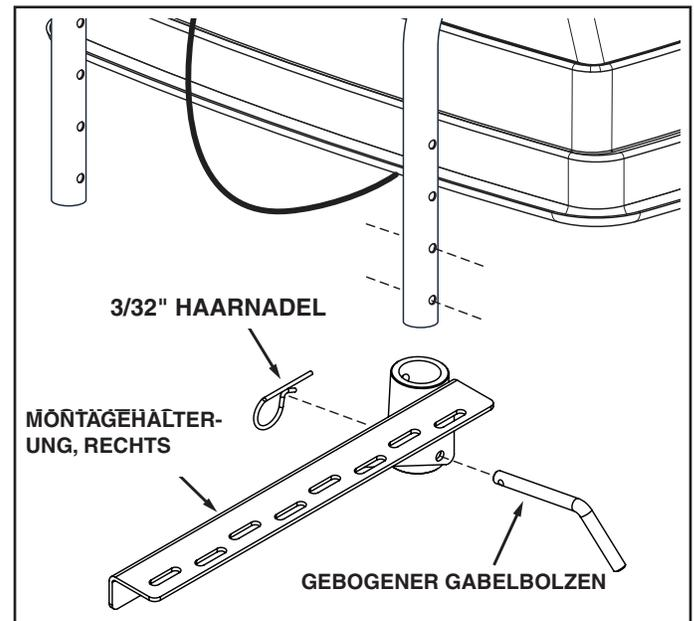

ABBILDUNG 3
HINWEIS: Die Oberseite des Trichters sollte mindestens 30" (ca. 80 cm) über dem Boden sein. Die in Abbildung 3 und 4 gezeigten Montagelöcher sorgen dafür, dass die Oberseite des Trichters und der hintere Befestigungsrahmen des Fahrzeugs auf einer Ebene sind. Wenn die Abgase gegen den Streuer blasen, kann eine höhere Montageposition hilfreich sein.
3. Befestigen Sie die rechte Montagehalterung wie in Abbildung 3 gezeigt mit zwei gebogenen Gabelbolzen und 3/32" Haarnadeln am Rahmenrohr an. **Ziehen Sie diese fest.** Wiederholen Sie die Schritte für die linke Montagehalterung.